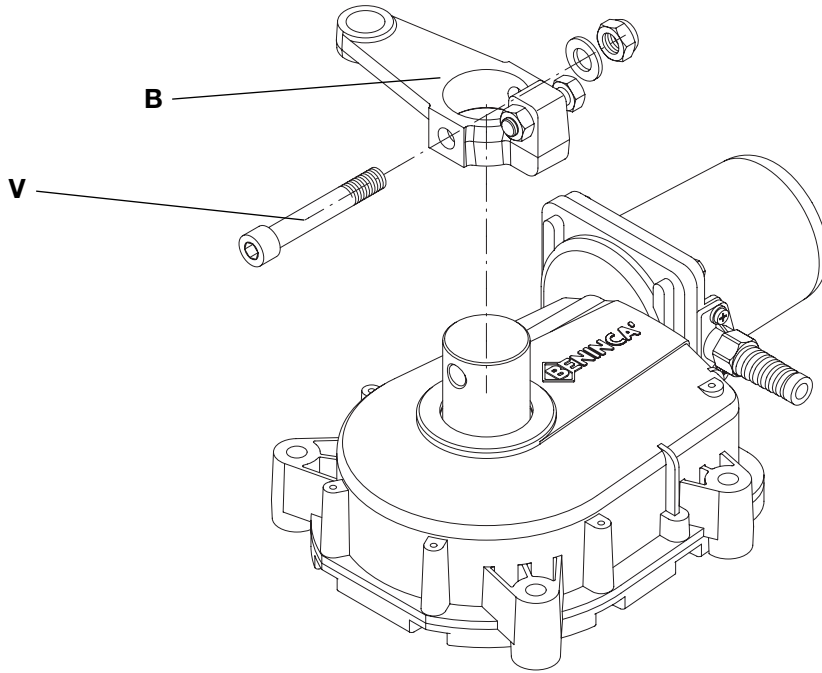

Fig.2
- 1 Montare la biella "B" come da fig. 2 serrando forte la vite V (coppia di serraggio max. 45 Nm).